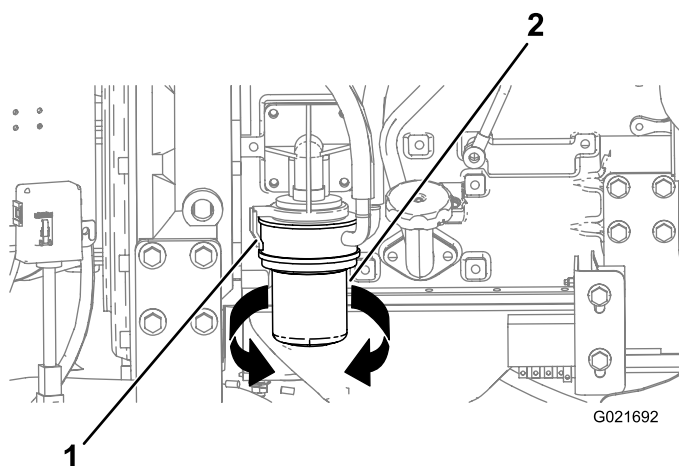

Figura 122
3. Coloque un recipiente o varios trapos debajo del filtro de aceite y del adaptador del filtro de aceite (Figura 122).
4. Gire el filtro de aceite en sentido antihorario y retire el filtro de aceite (Figura 122).
8. Alinee el filtro de aceite con el adaptador y gírelo en sentido horario hasta que la junta del filtro de aceite entre en contacto con el adaptador del filtro de aceite (Figura 122).
9. Gire con la mano el filtro de aceite otra media vuelta (Figura 122).